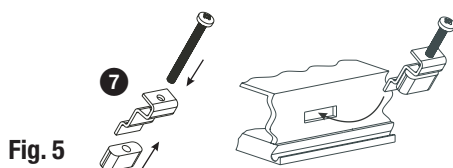

Fig. 5
- Verschrauben Sie die Schrauben **Fig. 5** bis die Ecken des Rahmens auf der Schaltschranktür aufliegen.